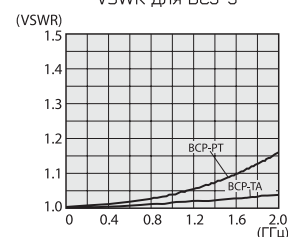

Рис. 2
- VSWR 1.1 или меньше, частота до 2 ГГц (до 1 ГГц для BCP-PT) (рис. 2).